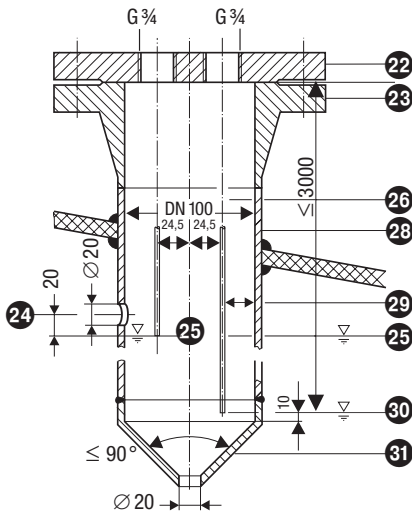

Fig. 16 Schutzrohr (bauseitig) bei Einsatz als innenliegender Wasserstandbegrenzer kombiniert mit Wasserstandsregelung oder Hochwasserstandsicherung
- Eine Niveauelektrode NRG 1...-51 kann mit einer GESTRA-Niveauelektrode für die Wasserstandbegrenzung in ein gemeinsames Schutzrohr bzw. Messgefäß (Innendurchmesser 100 mm) eingebaut werden. **Fig. 16**.